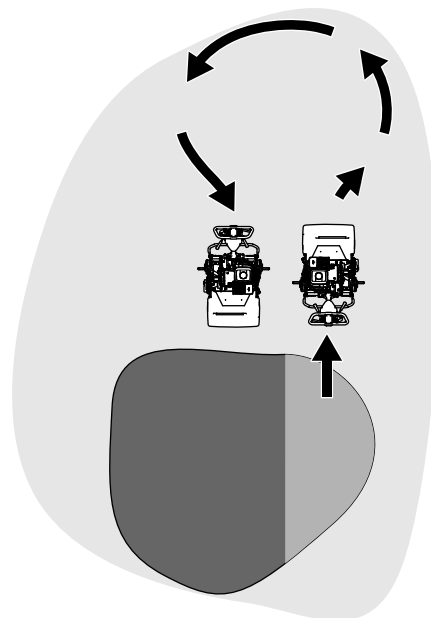

Figure 28
- Faites demi-tour en dehors du green en soulevant le cylindre de coupe (appuyez sur le guidon) et exécutez un demi-tour en « goutte d'eau » sur le tambour de déplacement (Figure 28).
1. Localisez le levier d'engagement sur le boîtier d'engrenages de la transmission (Figure 28).